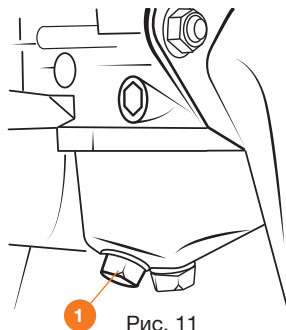

Рис. 11
2. Открутите болт **1** для слива топлива и слейте его остатки в подходящую емкость (Рис. 11).